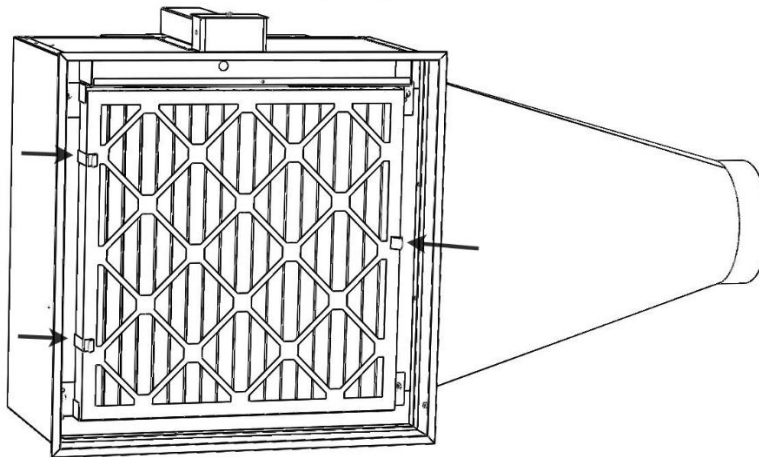

Figure 7. Replacer le filtre et le sécuriser à l'aide des 3 clips à filtre. S'assurer qu'elles sont toutes les trois bien poussées à fond
4. Remettre le filtre en place et le sécuriser en poussant complètement les 3 clips à filtre (Figure 7). La clip seule est plus difficile à pousser et doit bien mordre dans le carton du filtre afin d'assurer une installation étanche du filtre.